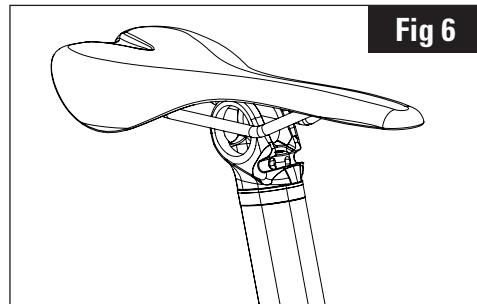

Fig 6
1. Engrase los tornillos (7)
2. Coloque el sillín Monolink® en LA E-POST 2 EVO (Fig.6)